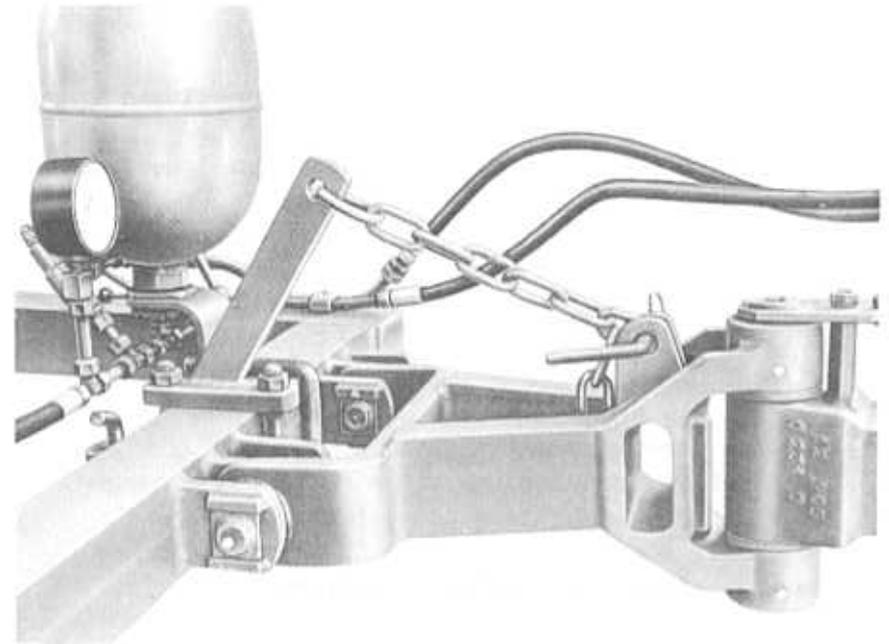

Abb. 10 Haltekette mit Vertikalgelenk
- 5.4. Die Abstellsicherung am 1. Grindel ist umzulegen (Abb. 10).